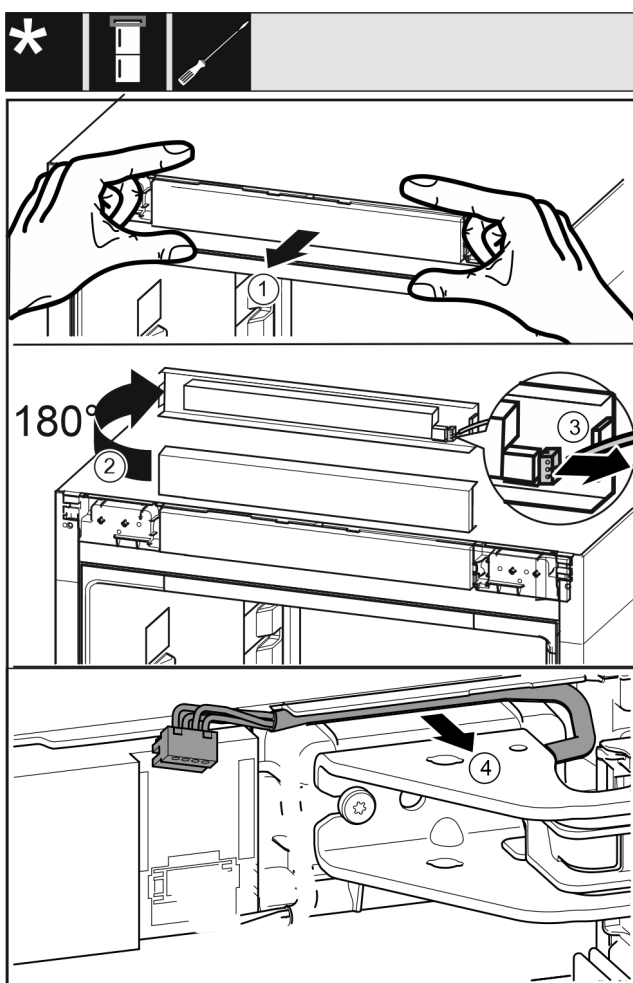

Fig. 8
- Allentare con cautela la maschera di comando Fig. 8 (1) in avanti.
- Ruotare la maschera di comando Fig. 8 (2) verso l'alto di 180°.
- Spingere il naso di arresto Fig. 8 (3) all'indietro ed estrarre con cautela la spina.
- Allentare con cautela il cavo Fig. 8 (4) dalla guida passando attraverso il blocco di supporto.